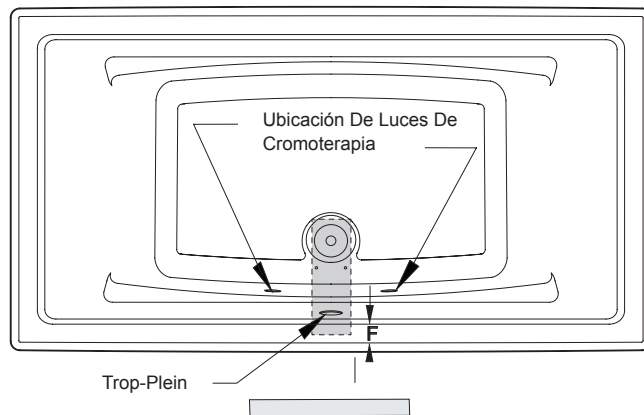

Figure 1 - emplacements d'accès communs
- Pour que la politique devrait faciliter l'accès au panneau de contrôle boîte de chromothérapie (si fournis). Les lieux d'accès au service indiqué dans le schéma d'installation inclus dans le Manuel de spécifications techniques (Figure 1).